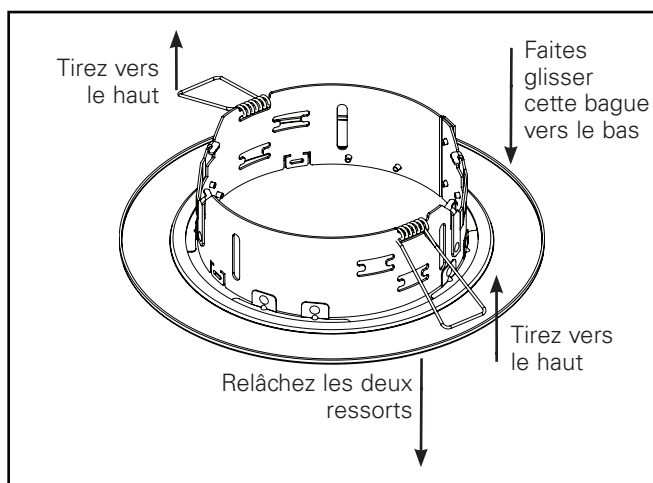

Figure 29
2. Pliez les deux ressorts vers le haut en les comprimant comme illustré (figure 29).
3. Avec la surface plane vers le bas, faites soigneusement glisser la bague adaptatrice sur ces deux ressorts (figure 29).